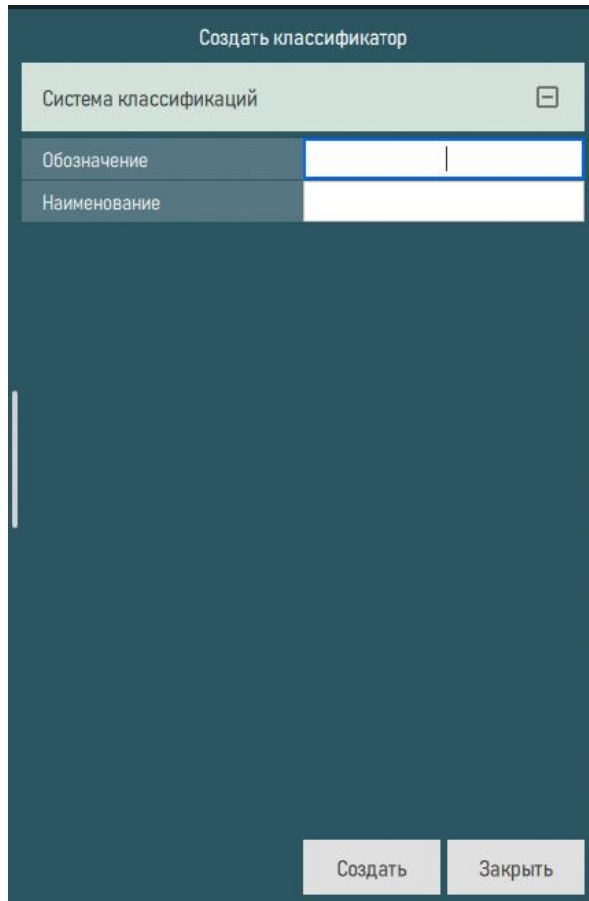

Рисунок 19 – Вид окна «Создать классификатор»
2) Поле «Обозначение» автоматически открывается на редактирование – ввести нужное обозначение. Для сохранения введенного значения нажать кнопку «Создать» (рисунок 19). Для отказа от создания классификатора нажать кнопку «Отмена».